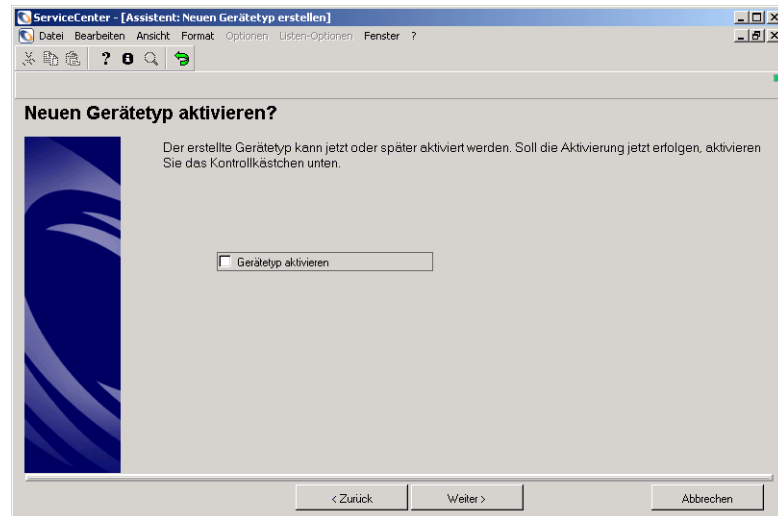

Abbildung 7-26: Aktivieren des neuen Gerätetyps
- 12 In Abbildung 7-26 ist das Kontrollkästchen zur Aktivierung des Gerätenamens dargestellt. Dieser Schritt kann übersprungen werden. Klicken Sie auf **Weiter**.